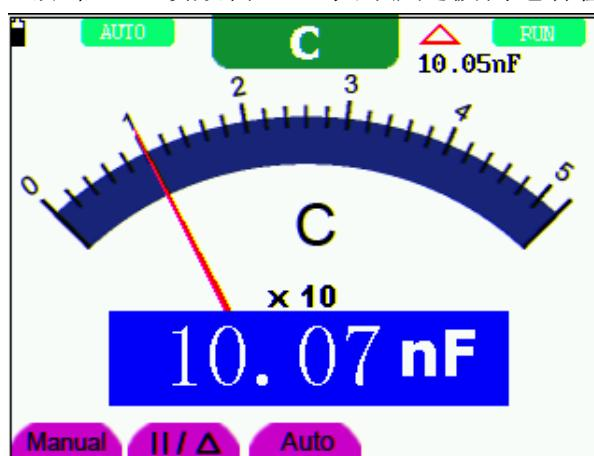

图 32: 相对值测量界面
5. 插入被测电容，屏幕上主读数窗口显示的就是被测电容值。见图 32:
2. 在手动量程模式下，每按一次 **F1** 键，往上跳一档，到最高档后再按 **F1** 键则跳至最低档，依次循环。当前的量程指示可通过表针乘以倍率再乘以主读数窗口的单位获得。如图32所处的量程是 **40V** 。